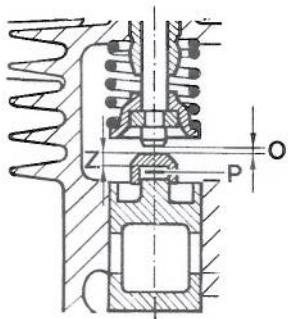

Fig. 5
Le réglage du jeu des soupapes (O, fig. 5) doit être effectué, le moteur étant froid.
Vérifier le jeu (O) entre la queue de soupape et le chapeau de pousoir à l'aide d'une jauge, la soupape étant fermée (pousoir au point mort bas). Les chapeaux de pousoir peuvent être obtenus en diverses épaisseurs (Z), échelonnées de 0,20 en 0,20 mm. En cas de commande, indiquer l'épaisseur (Z, fig. 5) désirée. D'autre part, des rondelles de réglage (P), épaisses de 0,1 mm, peuvent être livrées. Le jeu correct (O) des soupapes est obtenu par le montage d'un chapeau d'une épaisseur adéquate et, si nécessaire, d'une rondelle de réglage.